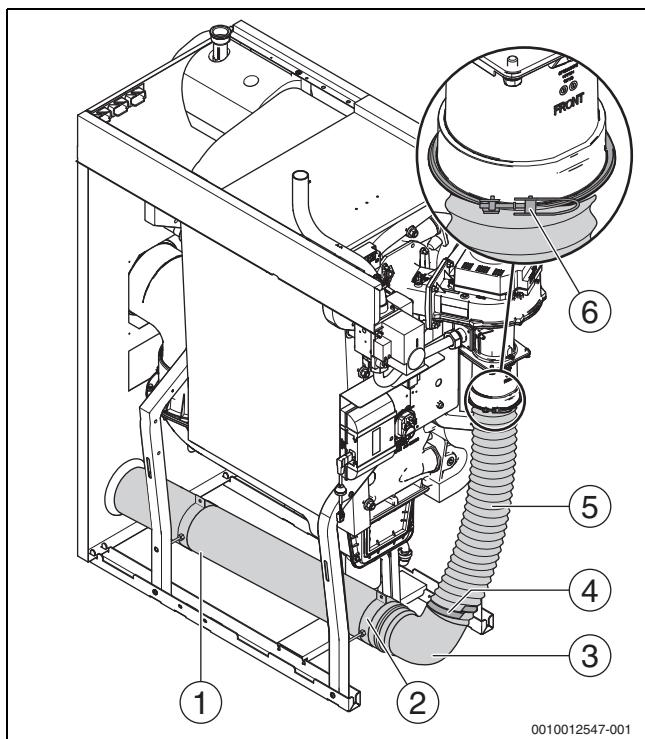

Рис. 14 Комплект для работы с забором наружного воздуха
- Смонтируйте переходник (→рис. 14, [6]) на всасывающем патрубке горелки.